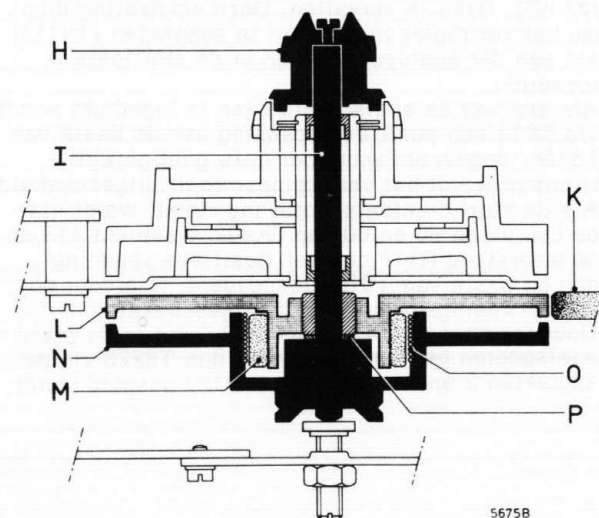

Fig. 3
**Practische uitwerking van de hysteresis frictie-koppeling (zie fig. 3)**